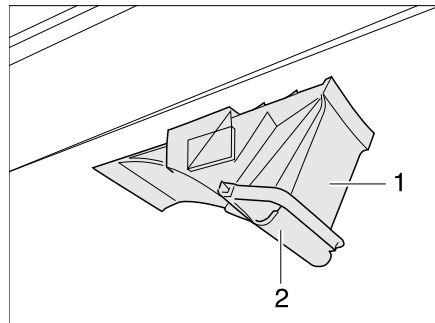

Bild 15 Unterlegkeil
- Den Haltebügel (Bild 15,1) nach unten schwenken.
- Den Unterlegkeil (Bild 15,2) aus der Halterung nehmen.